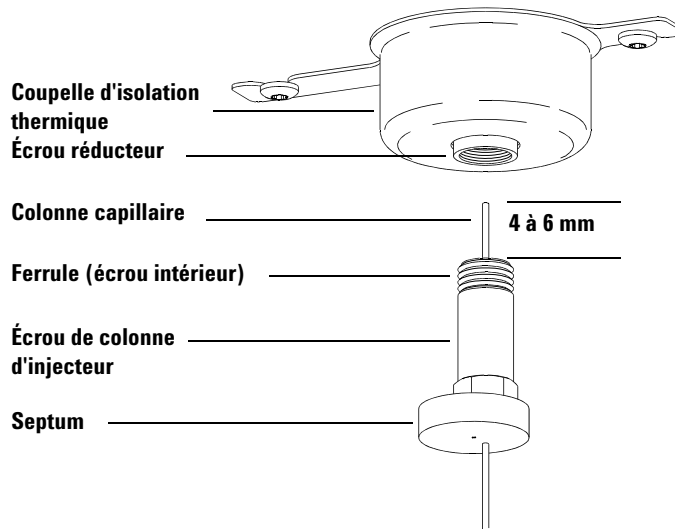

Figure 4 Installation d'une colonne capillaire dans un injecteur avec/sans division (split/splitless)
- 7 Positionner la colonne pour qu'elle dépasse de 4 à 6 mm de l'extrémité de la ferrule (Figure 4).